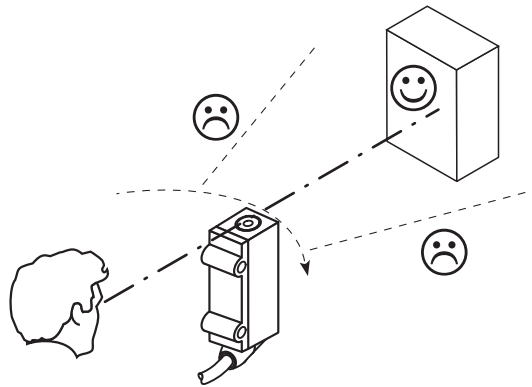

Abbildung 9: Sensorausrichtung
- ① Schaltabstand auf weiß, 90% Remission
- ② Tastgut mit 6 % ... 90 % Remission (bezogen auf Standard-Weiß DIN 5033)
3. Positionierung so wählen, dass das Infrarotlicht (nicht sichtbar) in der Mitte des Objekts auftrifft. Die korrekte Ausrichtung kann nur über die Anzeige-LEDs erkannt werden (Objekt erkannt, gelbe LED leuchtet) oder unter Zuhilfenahme einer Infrarot-Wandlerkarte (siehe SICK-Zubehör-Programm). siehe Abbildung 9, Seite 30